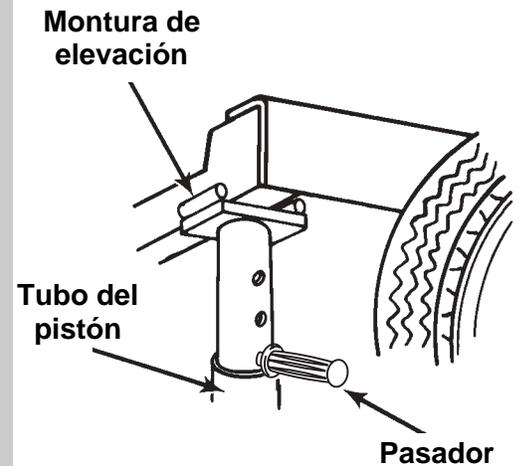

Figura 1
5. Con el uso de la palanca de la válvula de control, aplique aire de taller hasta que la montura del gato llegue a la carga que se levantará. La montura de elevación debe apoyar el punto de elevación alojándose alrededor del armazón, la defensa o la superficie. Vea la Figura 1.